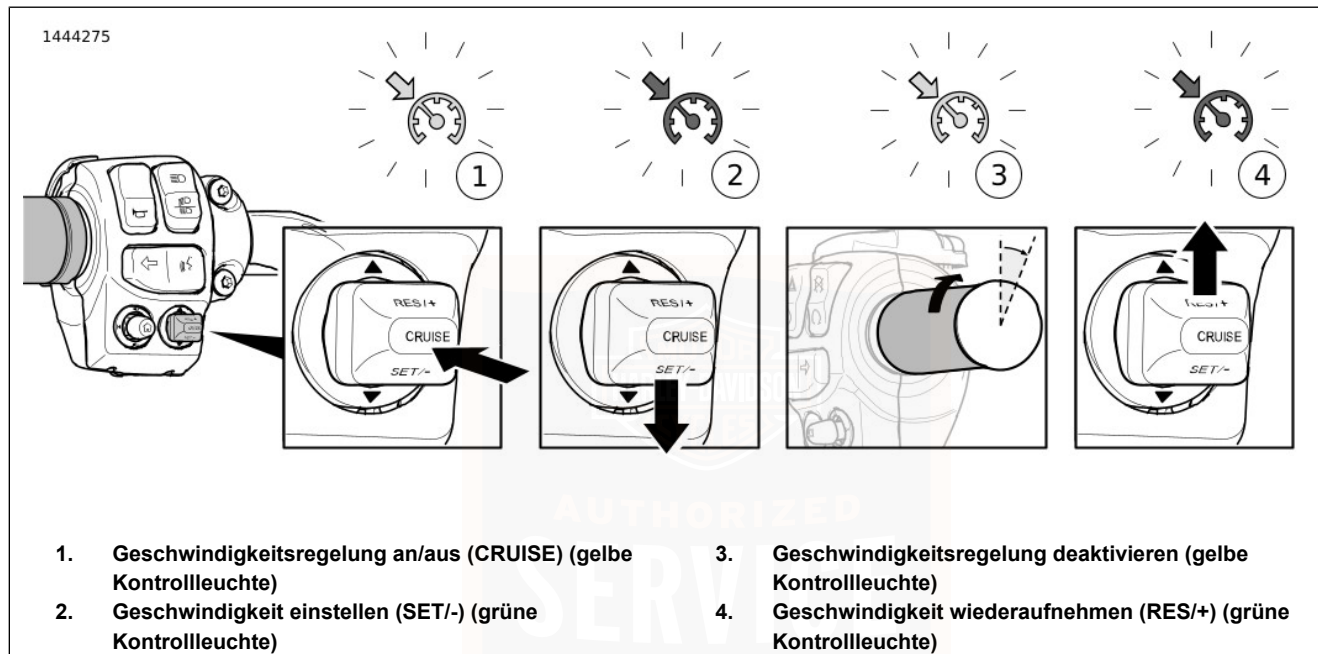

Abbildung 30. Geschwindigkeitsregelung (typisch)
Siehe Abbildung 30. Den Geschwindigkeitsregelungsschalter drücken, um die Geschwindigkeitsregelung (1) einzuschalten. Im eingeschalteten Zustand leuchtet das Symbol für die Geschwindigkeitsregelung in der Tachometer-Oberfläche gelb.
Siehe Abbildung 30. Wenn das Motorrad die gewünschte Geschwindigkeit erreicht hat, den Schalter „SET/-“ drücken, um die Reisegeschwindigkeit (2) einzustellen. Die Farbe des Geschwindigkeitsregelungssymbols wechselt von Gelb auf Grün.
Siehe Abbildung 30. Um die Reisegeschwindigkeit zu verlassen, den Gasgriff über den Abrollschalter (3) in die geschlossene Stellung drehen.
Siehe Abbildung 30. Wenn die Geschwindigkeitsregelung deaktiviert wurde, die Geschwindigkeitsregelungs-Kontrollleuchte jedoch orange leuchtet, wird durch Drücken des Schalters „RES/+“, die Geschwindigkeitsregelung (4) wiederaufgenommen. Das